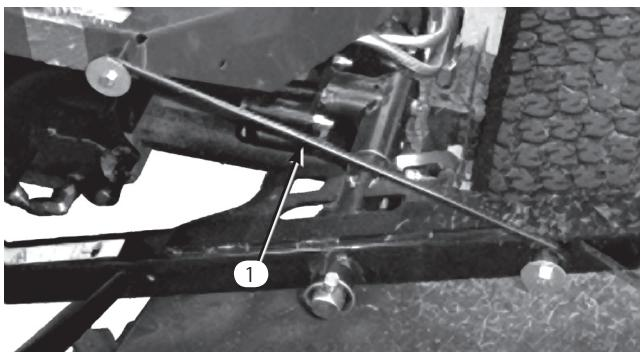

図8
4. 前のキャリア・フレーム・リテーナからラッチのロッド（図8）を外す。
5. 前カッティング・デッキの外側を持ち上げ、運転台前部のフレームについているピンにラッチを掛ける（図8）。